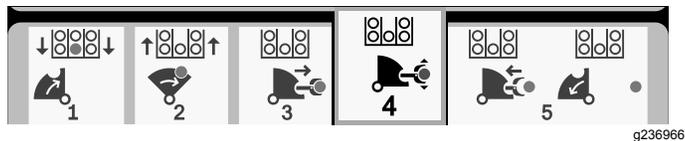

Рисунок 35
8. Отпустите кнопку, чтобы перейти к следующему этапу в последовательности (Рисунок 35).